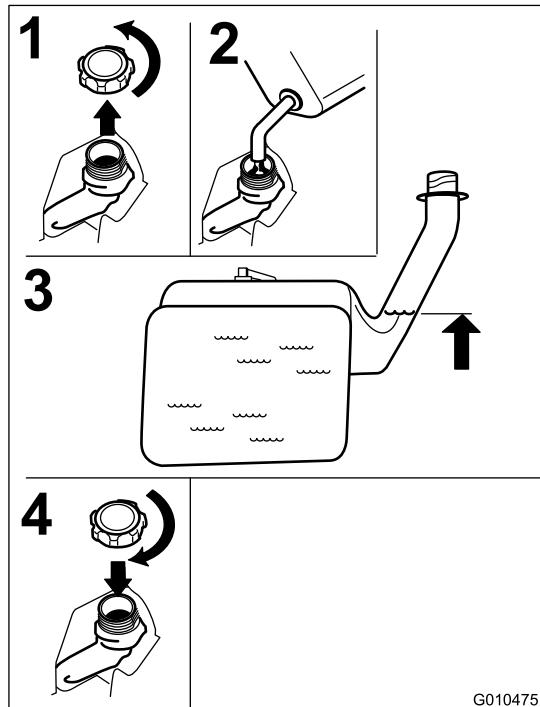

Figure 12
2. Versez lentement de l'essence sans plomb ordinaire jusqu'à ce que le niveau atteigne la base du goulot de remplissage (Figure 12).